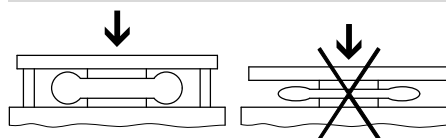

Fig. 3
- S'assurer que le vérin à soufflet ne sous-dépasse pas la hauteur minimale h_{min} . Exemple Fig. 3.